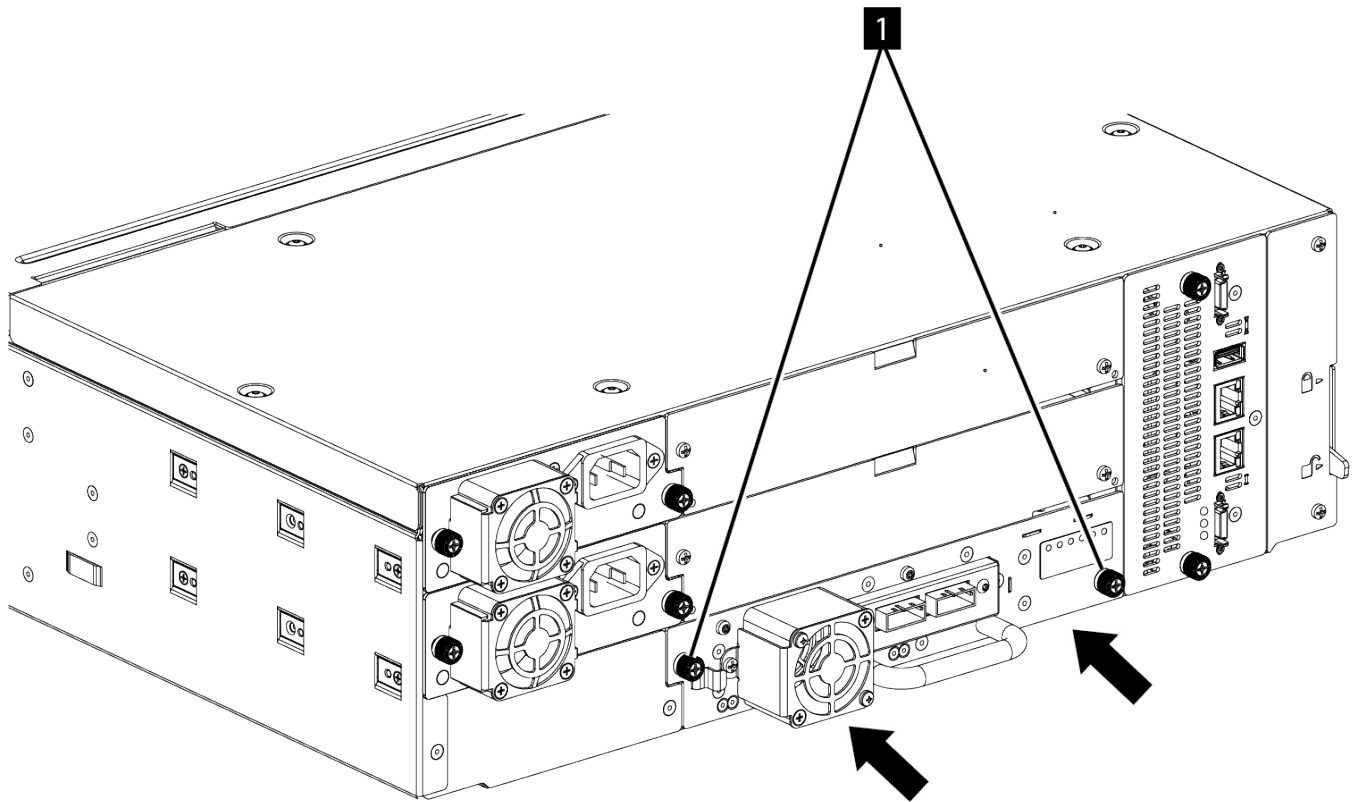

Figura 60. Instalación de una unidad de cintas
3. Apriete los tornillos de mariposa (1 en Figura 60 en la página 139) con los dedos hasta que la unidad de cintas sea segura.